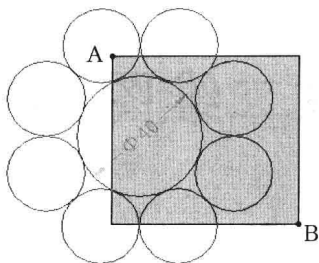
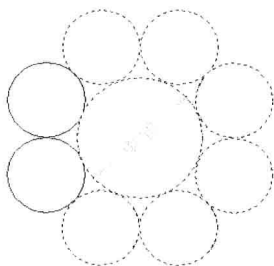

图 4-1-1
图 4-1-3
(1) 选择菜单命令“修改 / 移动”，命令行提示“选择对象”，十字光标此时变成矩形拾取框。
(2) 在 A 点位置单击，命令行提示“指定对角点”，向右下角 B 点位置拖动矩形拾取框，拖出一个蓝色的矩形区域，如图 4-1-1 所示。
(4) 重新执行移动命令时, 命令行提示“选择对象”, 单击图 4-1-1 所示的 B 点, 向 A 点移动光标, 拖出一个绿色的矩形框, 单击 A 点, 此时矩形窗口包围的以及与矩形窗口相交的对象都会被选中, 并呈虚线显示, 如图 4-1-3 所示, 这种选择方式称为交叉选择。